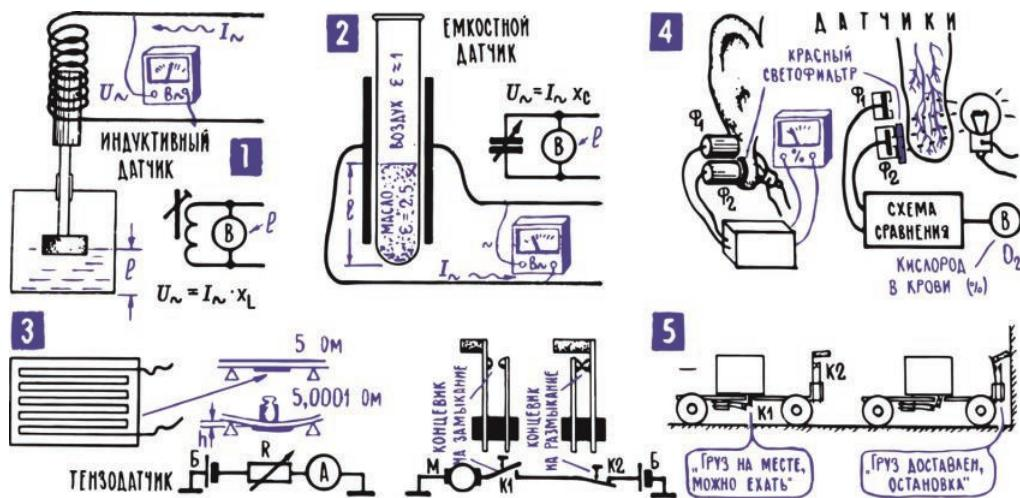
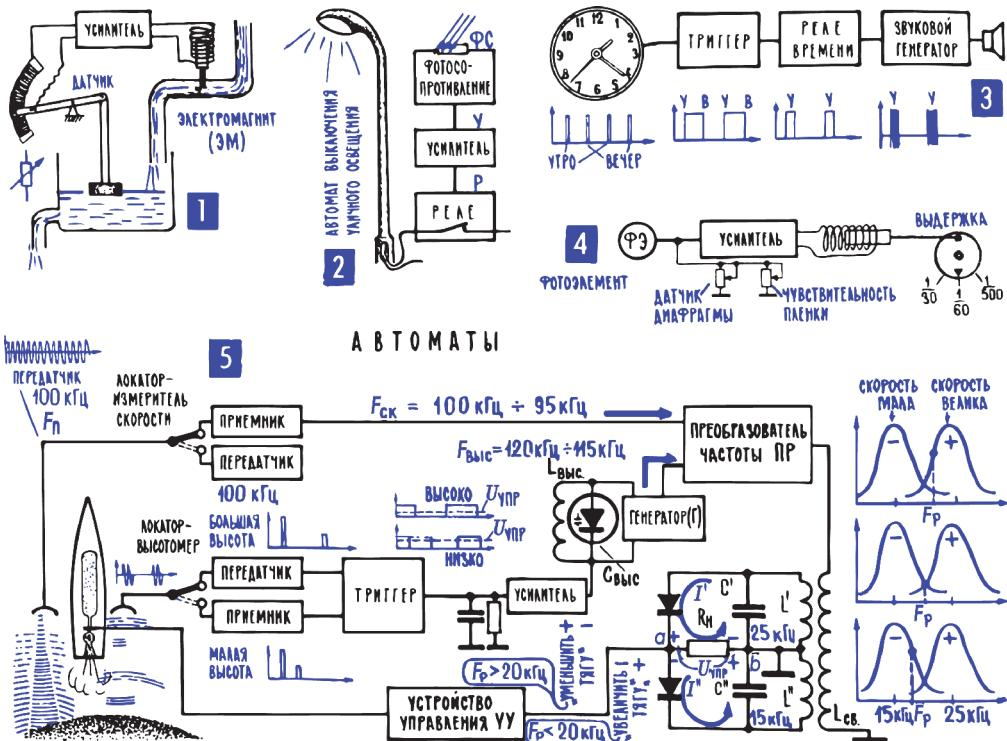

Рис. 15.1. Датчики
Рис. 15.3. Автоматические регуляторы
*3. Датчики – органы чувств автоматов, они переводят информацию на электрический язык.* Помимо уже знакомых нам датчиков (термоэлемента, терморезистора, фотоэлемента, фоторезистора, пьезокристалла, угольного и электродинамического микрофонов, см. рис. 8.2), имеется огромное множество других приборов для сбора информации о самых различных процессах, описания их в виде электрических сигналов. Датчиком перемещения, например, может быть резистор с переменным сопротивлением, если его подвижной контакт связать с движущимся предметом. Датчиком деформации – проволочка с высоким сопротивлением, изогнутая зигзагом и оклеенная бумагой (рис. 15.1; 3). Такой датчик (тензорометр) наклеивается на поверхность детали, и когда деталь деформируется, проволока тоже изгибается и несколько растягивается, сопротивление ее меняется. На изменении сопротивления может также основываться действие датчика уровня (см. рис. 15.3; 1 далее), хотя часто в таких датчиках используются другие принципы. Например, изменение индуктивности катушки по мере перемещения в ней ферромагнитного сердечника (рис. 15.1; 1), или изменение емкости конденсатора по мере того, как между его пластинами появляется вещество с иной диэлектрической проницаемостью (рис. 15.1; 2). А если датчик-индуктивность или датчик-емкость включить в цепь переменного тока, то напряжение, которое появится на датчике, покажет, в каком он находится состоянии и какова контролируемая величина, в данном случае уровень жидкости. Потому что напряжение на участке цепи пропорционально его сопротивлению, а индуктивное сопротивление катушки  $x_L$  зависит от ее индуктивности  $L$ , емкостное сопротивление конденсатора  $x_c$  – от его емкости  $C$ . На том же принципе работают емкост-
Существуют датчики, позволяющие оценить химический состав вещества, например по электрическому сопротивлению пробной его порции, по спектру поглощения или оптической плотности. В качестве примера – один из датчиков для определения процентного содержания кислорода в крови (рис. 15.1; 4). В него входят источник света и два фотоэлемента, один из которых закрыт красным светофильтром и воспринимает только красный свет. Датчик подвешивается к мочке уха, сквозь нее проходит свет и падает на фотоэлементы. Луч света просвечивает тонкие кровеносные сосуды в мочке уха, и уровень света, попадающего на «красный» фотоэлемент  $\Phi_2$ , зависит от того, насколько кровь в этих сосудах насыщена кислородом. Электронная схема сравнивает напряжение на этом фотоэлементе с общей освещенностью, которая отражена в напряжении фотоэлемента  $\Phi_1$ , и такое сравнение позволяет судить о процентном содержании кислорода в крови.
В датчиках можно встретить много остроумных решений, использующих тонкие физические, химические и биологические процессы. Ну, а самый простой датчик – это концевой выключатель (рис. 15.1; 5), который замыкает или размыкает электрическую цепь и тем самым сообщает, что какая-либо деталь заняла определенное положение, пришла на свое место или, наоборот, ушла с него. Такие датчики можно встретить в лифте, где они сигнализируют управляющему автомату, что дверь пока не закрыта и двигаться еще нельзя.
**5. В электронных автоматах переработка информации сводится к преобразованию электрических сигналов.** Есть автоматы, от которых ничего иного не требуется, как следить за сигналом, поступающим с датчика, и пропорционально изменениям этого сигнала воздействовать на исполнительный механизм. Это так называемые следящие системы, типичные представители которых – системы автоматической регулировки усиления (АРУ) и подстройки частоты (АПЧ) в приемниках, или система, поддерживающая постоянный уровень жидкости в каком-либо резервуаре (рис. 15.3; 1). Следящие автоматы – это пока еще просто исполнительные работники (подобно микрофону или громкоговорителю, которые дословно переводят звук в ток и ток в звук), информация в них никакой переработке не подвергается: что велел датчик, то и делается. К числу таких простых систем относятся и некоторые пороговые автоматы, они даже не интересуются уровнем сигнала все время, а знают лишь одно: достиг этот уровень определенного порога – надо действовать5. Именно так, например, поступает автомат уличного освещения (рис. 15.3; 2); вечером, лишь только естественный свет уменьшится до определенного порога, как автомат производит одно из двух действий, которым его научили, – включает уличные фонари; а с рассветом, когда освещенность поднимется выше заданного порога, автомат выполнит вторую из заученных операций – выключит фонари. Потом освещенность может увеличиваться как угодно, автомат на это реагировать не будет.
В автомате уличного освещения, правда, можно уже заметить элемент памяти: установив определенный порог срабатывания, мы заставили автомат запомнить, при каком уровне освещенности нужно включать и выключать фонари. В более явном виде память присутствует в системе установки экспозиции (выдержки) в фотоаппарате с автоматикой (рис. 15.3; 4). Выдержка устанавливается обратно пропорционально току, который дает фотоэлемент: чем больше освещенность, тем больше этот ток и меньше выдержка. Но в систему введены два переменных резистора. Один из них устанавливают в зависимости от чувствительности пленки, второй в зависимости от выбранной диафрагмы. Сопротивление этих резисторов определяет ту часть тока, которая достанется исполнительному механизму, и, значит, при одной и той же освещенности он будет устанавливать разную выдержку в зависимости от сопротивления резисторов. Образно говоря, резисторы всегда напоминают автомату о том, что, устанавливая экспозицию, нужно ввести поправки на пленку и диафрагму, и, оперируя электрическим сигналом (ток через исполнительный механизм), корректируют информацию, поступающую в автомат.
Другой пример переработки информации: будильник с электрическим сигнализатором, который включается только через такт, например в 8 часов утра работает, а в 8 вечера нет (рис. 15.3; 3). Для этого в систему просто введен триггер, он делит на два числа импульсов от датчика. В будильнике имеется еще один элемент обработки сигналов – реле времени: по короткому импульсу тока оно заставляет сигнал звучать достаточно долго.
Интересную обработку проходит сигнал в показанном на рис. 15.3; 5 автомате управления ракетным двигателем (эта схема так же, как предыдущие и последующие, не более чем учебная модель, в реальных автоматах все может решаться по-иному). Основа автомата – два радиолокатора: один – измеряющий высоту ракеты, другой – ее скорость. Локаторам, конечно, нужно было бы посвятить особый рассказ, но, поскольку в радиолюбительской практике они встречаются редко, ограничимся лишь коротким упоминанием о них здесь, в разделе электронной автоматики, «придавшись» к тому, что радиолокаторы можно считать особым видом датчиков.